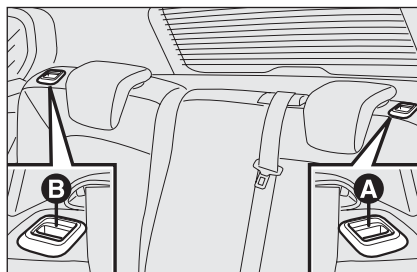

fig. 96
- agir sur les poignées **A** ou **B-fig. 96** pour déverrouiller respectivement la partie gauche ou droite du dossier et accompagner le dossier sur le coussin.
- soulever les poignées **A** et **B-fig. 96** pour débloquer les dossiers et les accompagner sur le coussins.